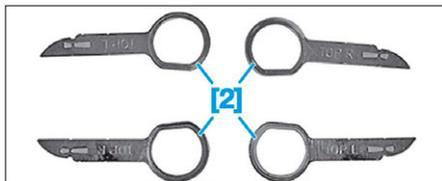

FIG. 27
- [2]. Clé pour dépose des autoradios RNEG et NG4 (réf. 1287) (Fig.27).